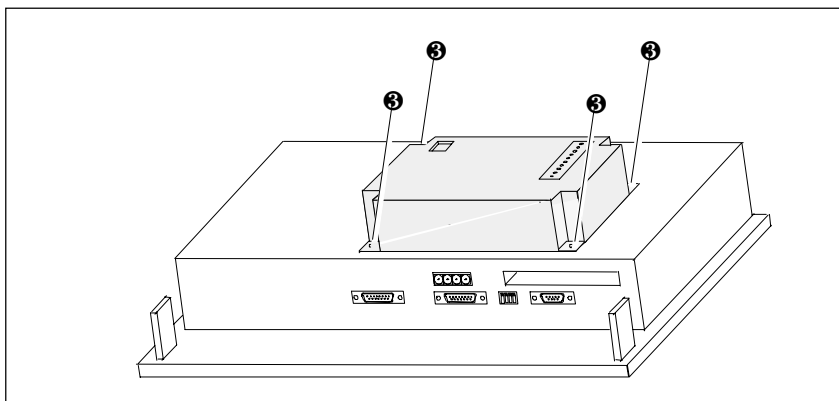

Рис. 18-8. Закрепление модуля клавиш непосредственного действия на **ОР** (пример **ОР27**)
4. Закрепите модуль клавиш непосредственного действия четырьмя прилагаемыми винтами ③ на **ОР** (см. рис. 18-8).